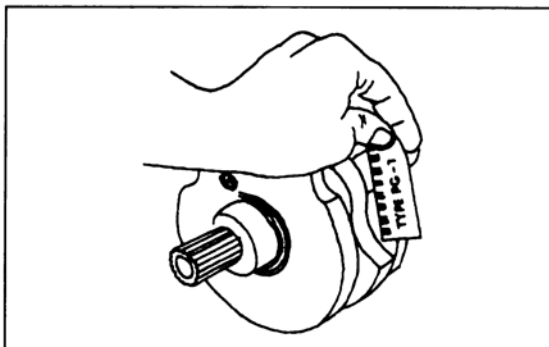

Bild 142
- Spiel der Pleuellager mit Kunststoff-(Plastigage)-Streifen messen (Verschleissgrenze 0,07 mm). Dazu Mess-Streifen ins ölfreie geöffnete Lager legen, Lager schliessen und mit 34 Nm anziehen. Pleuel nicht drehen! Nach Wiederöffnen Lagerspiel an Quetschbreite des Streifens ablesen (je breiter der Streifen, desto geringer das Spiel; Bild 142). Dabei darauf achten, dass Kunststoffstreifen nicht über Ölbohrungen gequetscht wird und diese verstopft. Kurbelwelle und Pleuel während der Montage nicht drehen!